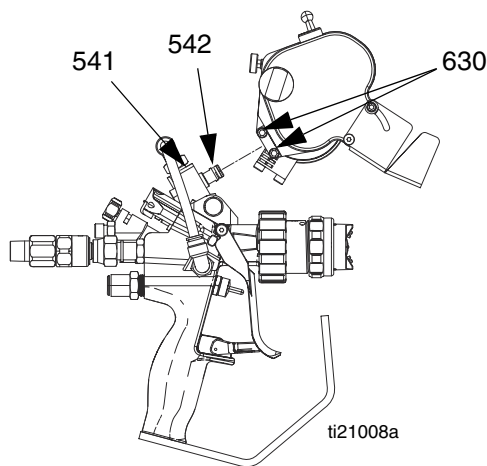

FIG. 3
- a. En caso de ser necesario, utilice una llave para ajustar el pivote (541) para que quede en posición paralela con el extremo delantero de la pistola y el extremo abierto apunte a la parte delantera de la pistola. Consulte la FIG. 3.
- b. Afloje los tornillos (630). Consulte la FIG. 3.
**NOTA:** Asegure un enganche adecuado de la junta tórica (542) en el conjunto del cortador. Verifique que no haya demasiada fuga de aire porque reducirá enormemente el rendimiento del motor neumático. Consulte la FIG. 3.
- d. Apriete los tornillos (630) para bloquear el cortador en posición.